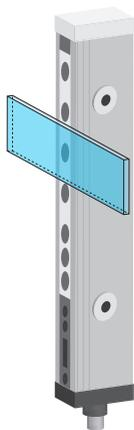
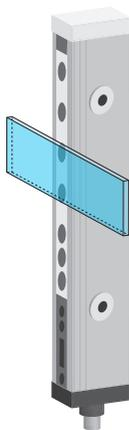

Figura 1
Figura 2
- Se ha aprendido el objeto de la figura 1. Ahora se mueve hacia abajo en el campo de medición. Este ya no se detectaría en la figura 2 sin la función de tolerancia, ya que se ha interrumpido otra cantidad de haces que durante el aprendizaje.